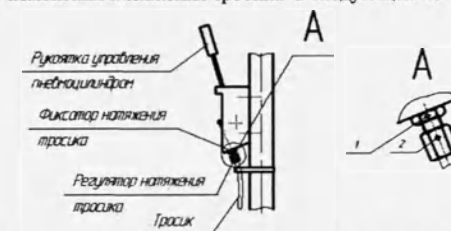

Рисунок 4 Регулировка срабатывания пневмоцилиндра с помощью изменения натяжения тросика
5.3. Ежедневно проверять работу механизмов трансформации положения подвижной верхней рамы 6 с носилками 2. При необходимости, в случае отсутствия опускания верхней рамы 6 с носилками 2 под нагрузкой при нажатии на рукоятку управления пневмоцилиндром 9 производить регулировку срабатывания пневмоцилиндра 7, с помощью изменения натяжения тросика в следующей последовательности, (см. рисунок 4):